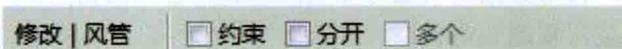

图1-9
- 移动：用于将选定的图元移动到当前视图中指定的位置。单击“移动”按钮，选项栏如图1-9所示。